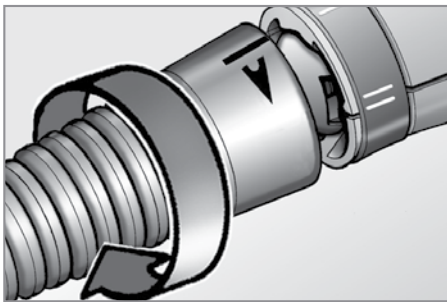

Fig. 2
a) faire coulisser l'accessoire jusqu'à la butée de façon à ce que le cran de référence de la buse coïncide avec et le cran jaune de l'appareil (Figure 2);
L'appareil est équipé d'une articulation qui permet d'orienter le jet de vapeur dans la position convenant le mieux pour l'utilisation: monter l'accessoire à bec long sans le pousser à fond mais seulement jusqu'à ce qu'il couvre le joint circulaire de couleur noir. Faire coïncider la ligne de référence de la buse avec le cran jaune de l'appareil (Figure 2).